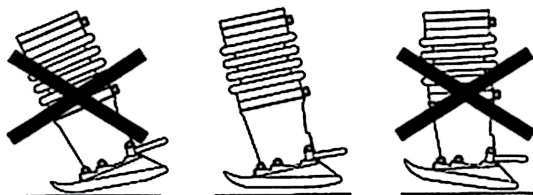

рис.7
- при трамбовании грунта башмак должен располагаться параллельно обрабатываемой поверхности, как показано на рис.7